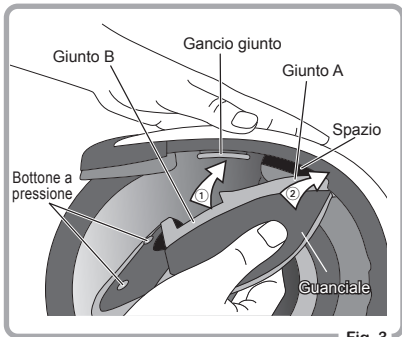

Fig. 3
- ① Inserire il giunto A posteriore tra la calotta e l'imbottitura.
- ② Agganziare il giunto B al gancio come illustrato in Fig.3.